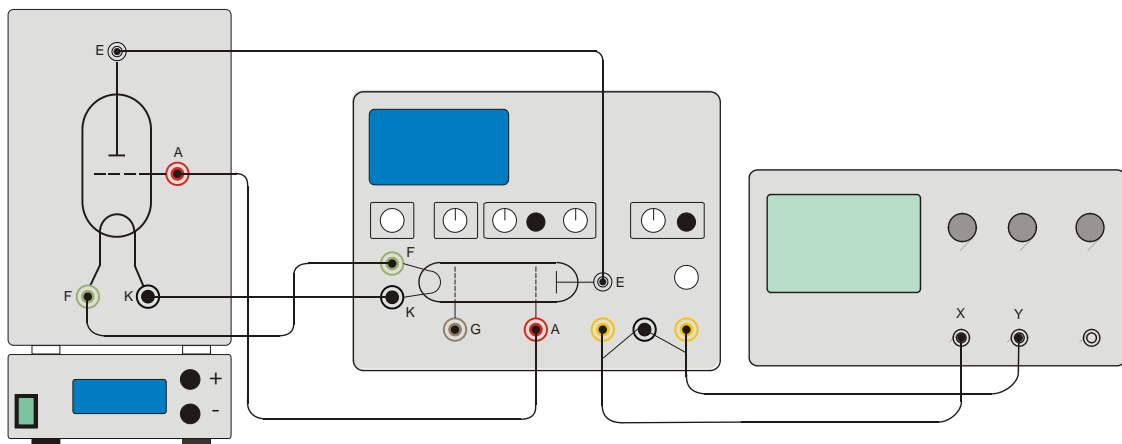

Fig. 2 Struttura sperimentale tubo di Franck-Hertz riempito con mercurio
- Collegare tra loro gli ingressi e/o le uscite "A", "E" e "K" (vedere fig. 2).